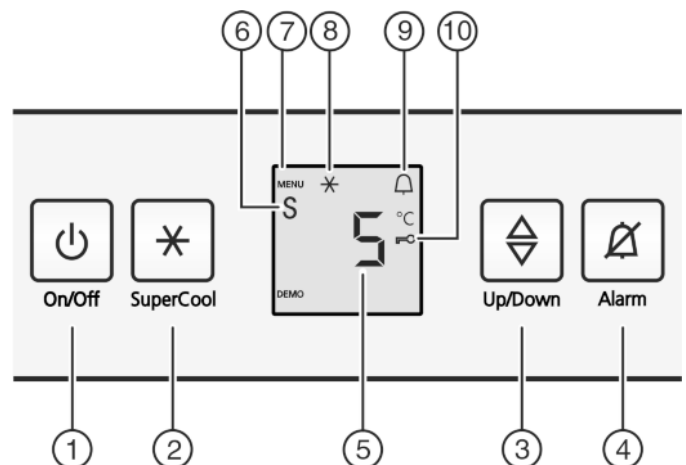

Fig. 2
- ▶ Taste On/Off *Fig. 2 (1)* drücken.
- ▶ Einstellmodus aktivieren: Taste SuperCool *Fig. 2 (2)* ca. 5 s drücken.
- ▷ Das Symbol Menu *Fig. 2 (7)* leuchtet.
- ▶ Mit Einstelltaste *Fig. 2 (3)* wählen.
- ▶ Die Taste SuperCool *Fig. 2 (2)* kurz drücken, um zu bestätigen.
- ▶ Zum Einschalten der Kindersicherung Taste SuperCool *Fig. 2 (2)* kurz drücken.
- ▷ Das Symbol Kindersicherung *Fig. 2 (10)* leuchtet. In der Anzeige blinkt **cl**.
- ▶ Zum Ausschalten der Kindersicherung Taste SuperCool *Fig. 2 (2)* kurz drücken.
- ▷ Das Symbol Kindersicherung *Fig. 2 (10)* erlischt. In der Anzeige blinkt **cl**.
- ▶ Einstellmodus deaktivieren: Taste On/Off *Fig. 2 (1)* drücken.
- ▶ Taste Alarm *Fig. 2 (4)* drücken.
- ▶ Um die Sabbath Mode Funktion aufzurufen: Taste SuperCool *Fig. 2 (2)* kurz drücken.
- ▶ **Zum Einschalten** des Sabbath Mode Taste SuperCool *Fig. 2 (2)* kurz drücken.
- ▶ **Zum Ausschalten** des Sabbath Mode Taste SuperCool *Fig. 2 (2)* kurz drücken.
- ▷ In der Temperaturanzeige wird das Symbol Sabbath Mode *Fig. 2 (6)* angezeigt, solange der Sabbath Mode aktiv ist.
- ▶ Temperaturfunktion aufrufen: Die Einstelltaste *Fig. 2 (3)* drücken.
- ▶ Temperatur in 1 °C -Schritten ändern: Einstelltaste *Fig. 2 (3)* so oft drücken, bis die gewünschte Temperatur in der Temperaturanzeige leuchtet.